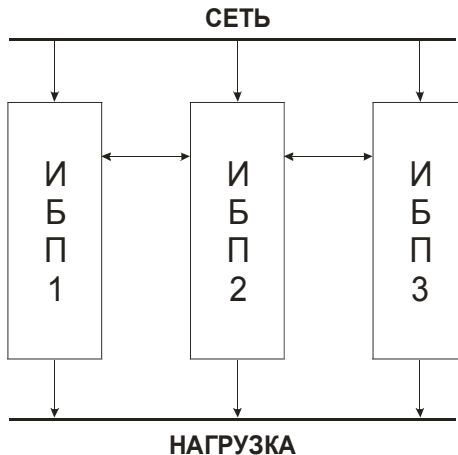

Рис.5 Общая схема включения ИБП в параллель
- соединить блоки кабелями интерфейса параллельной работы с 25-выводными разъемами (рис.5);